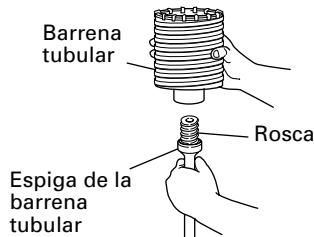

Fig. 18
(1) Montar la barrena tubular en su espiga. (Fig. 18)